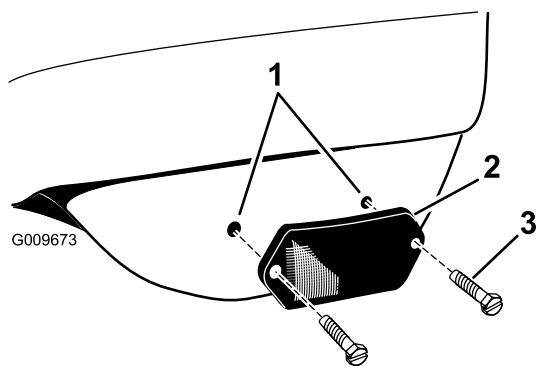

Figura 22
2. Montatene uno su ogni lato del pianale in corrispondenza dei fori praticati in precedenza (Figura 22).